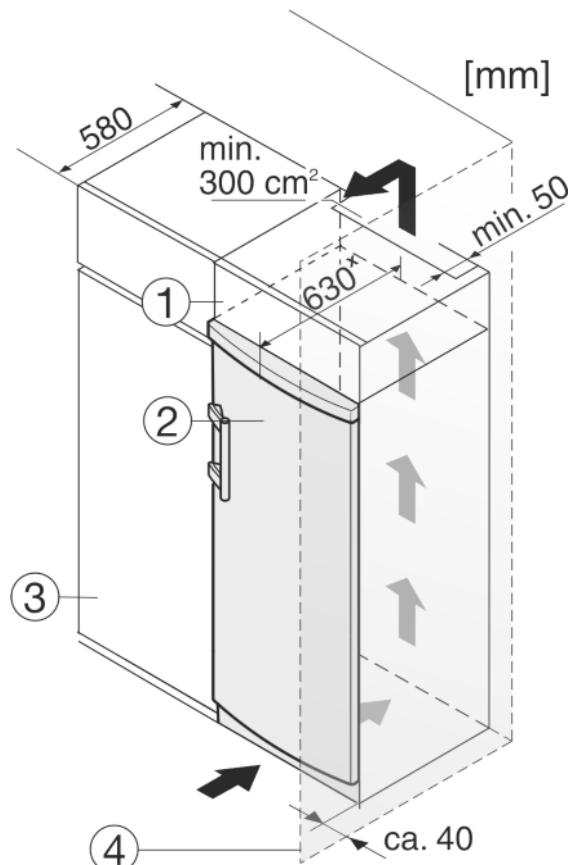

Fig. 10
Устройство может быть окружено кухонными шкафами. Чтобы уравнять устройство *Fig. 10* (2) по высоте с кухонной стенкой, можно установить над устройством дополнительный шкафчик *Fig. 10* (1).
При комбинировании с кухонными шкафами (глубина макс. 580 мм) устройство можно установить непосредственно рядом с кухонным шкафом *Fig. 10* (3). Устройство выступает сбоку на 34 мм × и по центру на 50 мм × относительно передней стенки кухонного шкафа.
Если устройство установлено на шарницах у стены *Fig. 10* (4), то расстояние между устройством и стеной должно быть не менее 40 мм. Настолько выступает ручка при открытой дверце.